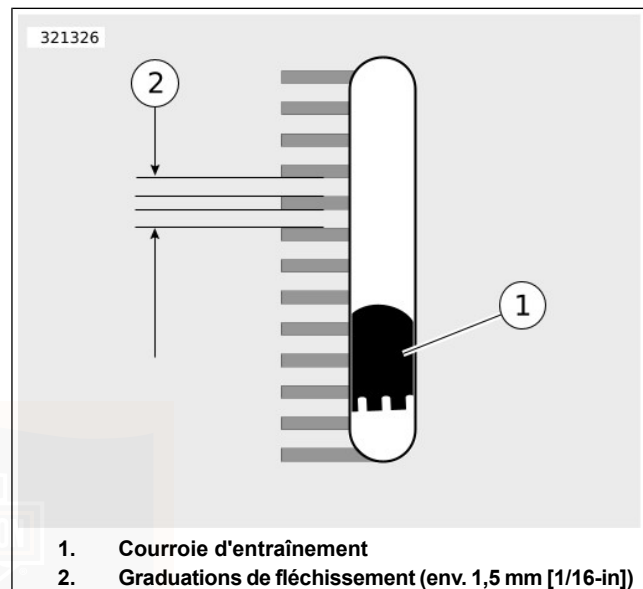

Figure 76. Fenêtre de fléchissement de la courroie
- a. Faire glisser le joint torique (4) vers le repère de 0 (3).
- b. **Modèles équipés d'une fenêtre de fléchissement de courroie** : ajuster le berceau de la courroie (2) contre le bas de la courroie d'entraînement en alignement avec la fenêtre de fléchissement de courroie.
- c. **Tous les autres modèles** : ajuster le berceau de courroie (2) contre le bas de la courroie d'entraînement à mi-chemin entre les poulies d'entraînement.
- d. Pousser le bouton (6) vers le haut jusqu';;à ce que le joint torique s';;abaisse vers le repère de 4,54 kg (10 lb) (5) et s';;immobilise.
- a. **Modèles équipés d'une fenêtre de fléchissement de courroie :** voir Figure 76. Mesurer le fléchissement de la courroie tel qu'il apparaît dans la fenêtre de fléchissement de la courroie tout en maintenant fixe le vérificateur. Chaque graduation de fléchissement représente environ 1,6 mm (1/16 in)